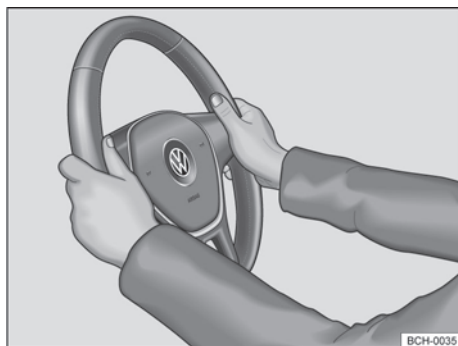

Fig. 63 No volante: posição 9 e 3 horas.
- Ajustar a posição do volante de forma que possa segurá-lo lateralmente pela borda externa nas posições de 9h e 3h → Fig. 63 com ambas as mãos e os braços ligeiramente dobrados.
- Empurrar a alavanca ① sempre pelo manípulo com firmeza para cima após o ajuste, para travar a posição do volante.
- Durante a condução, sempre segurar o volante com ambas as mãos lateralmente na borda externa *nas posições de 9h e 3h* → Fig. 63, para reduzir ferimentos causados por um acionamento do airbag frontal do condutor.